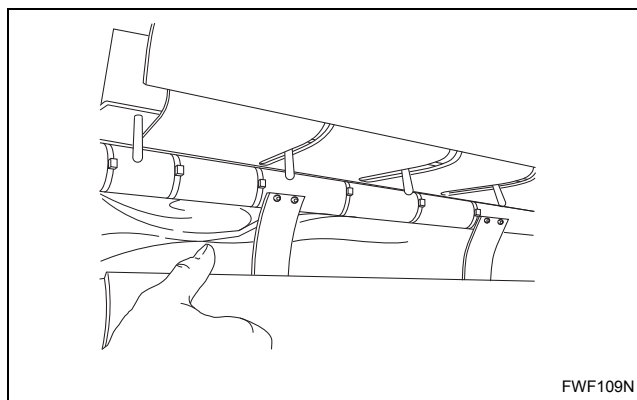

Figura 13
- a. Quite el papel protector de la parte de abajo de la mesa de alimentación. Consulte la *Figura 13*.